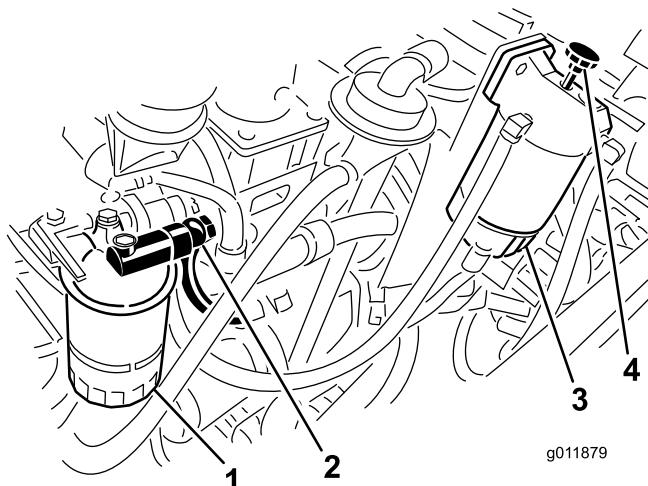

Figura 64
- Afloje el acoplamiento de la carcasa del filtro de combustible (Figura 64).
- Accione la bomba de cebado del separador de agua hasta que detecte un chorro continuo de combustible en el acoplamiento (Figura 64).